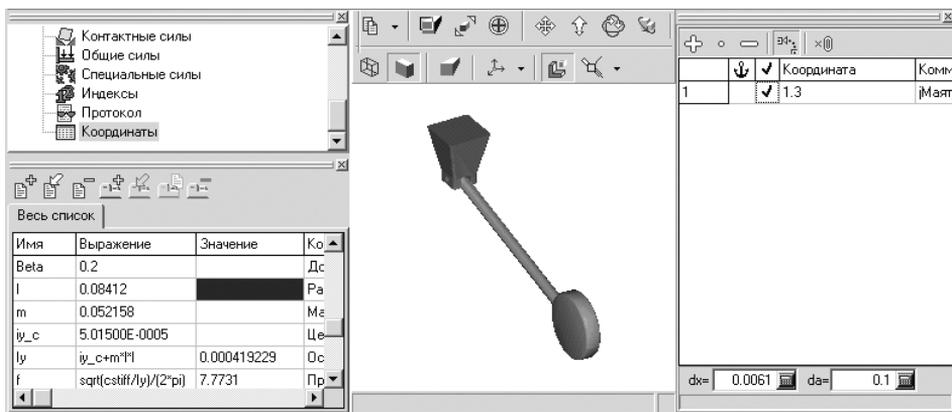

Рис. 1.38. Возможное начальное отклонение маятника от вертикали
- щелкните на панели инструментов окна **Инспектор** по кнопке  – **Пошаговое увеличение выделенных координат** или  – **Пошаговое уменьшение выделенных координат** и, не отпуская клавишу мыши, увеличивайте/уменьшайте значение шарнирной координаты – угла поворота в шарнире. Возможное начальное отклонение маятника от вертикали показано на рис. 1.38.